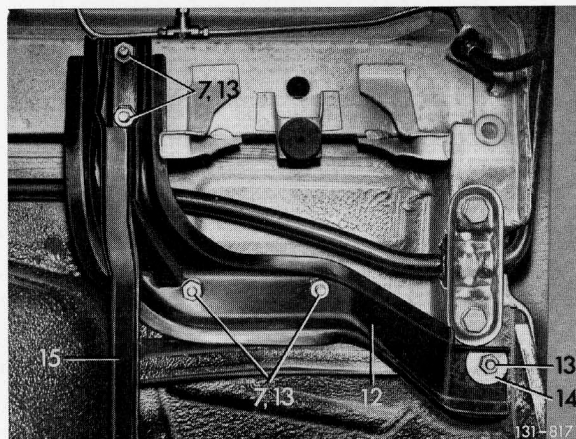

Bild 6
12 Seitenteil (15) und Versteifungsträger (12) mit Teilen (7 und 13) am Querträger montieren, dabei jedoch Versteifungsträger (12) mit dem Distanzhalter (14) fixieren (Bild 6).
20 Schrauben (6) und Schraube (11) zusammen mit dem Federring (7) in die gebohrten Löcher einstecken. Anschließend Versteifungsträger (12) mit dem Distanzhalter (14) und den Teilen (7 und 13) von der Fahrzeugunterseite gegenschauben (Bild 6).